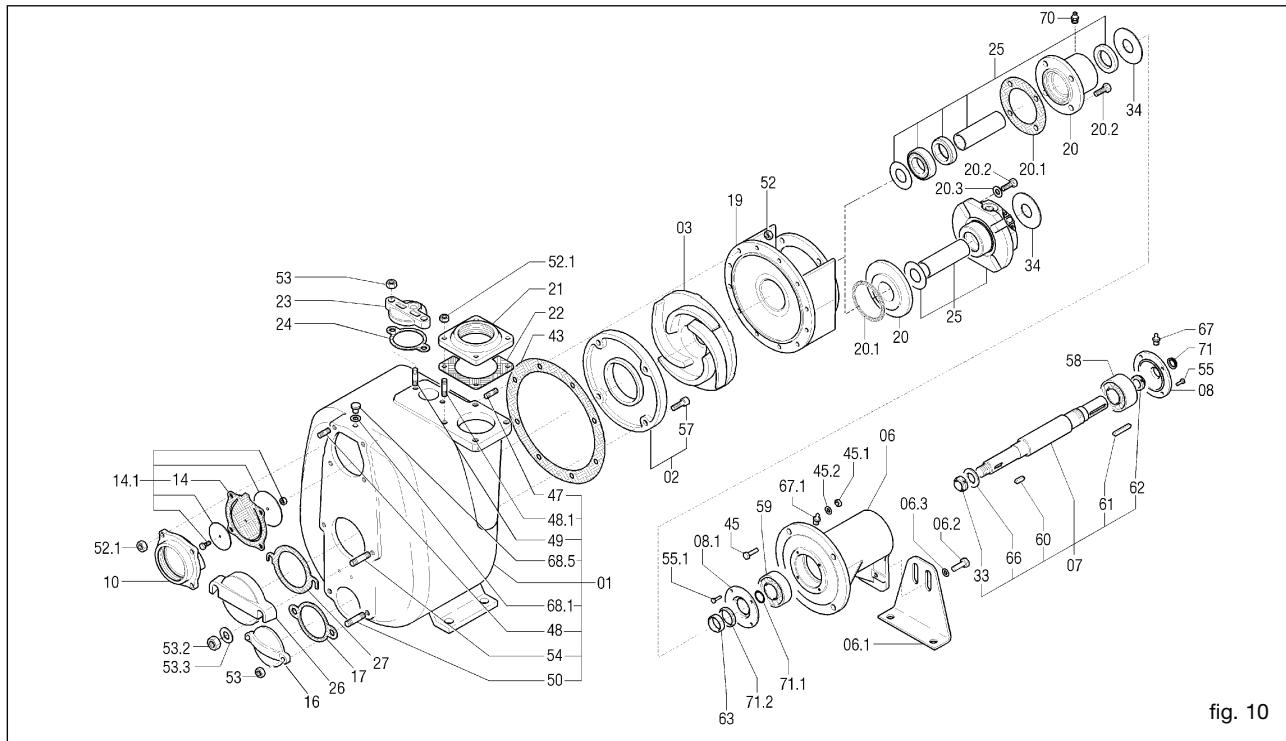
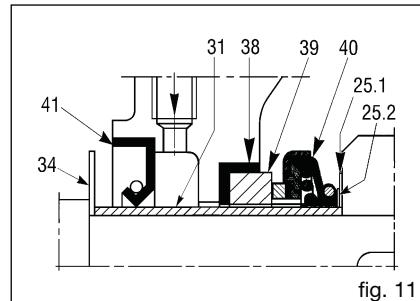
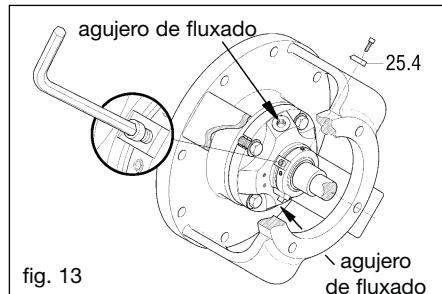

fig. 10
fig. 11
fig. 13
La tubería de aspiración debe tener un diámetro igual al de la boca de aspiración de la bomba (para diámetros superiores consultar a Varisco). Evitar, si posible, curvas, codos o estrangulamientos que puedan limitar el aflujo de líquido a la bomba. No montar la válvula de fondo: la bomba cuenta con una válvula antirretorno (14) (fig. 10) incorporada. Instalar la bomba lo más cerca posible al líquido que se bombea, tratando, donde sea posible, de disminuir el largo de la tubería de aspiración. Las conexiones de las tuberías de aspiración deben ser completamente estancas: controlar las roscas, las garniciones de las bridas, los acoplamientos rápidos, etc.
Como ejemplo se incluye un dibujo de despiece (fig. 10).
### 13.2 Sustitución de la rueda de álabes (fig. 10)
### 13.3 Sustitución del plato de desgaste (fig. 10)
### 13.4 Sustitución de la válvula (fig. 10)
### 13.5 Sustitución de la junta estanca tipo 1 - 2 - 3 (referencia fig. 10,11,12)
### 13.6 Sustitución de la junta estanca tipo 4 - 5 (referencia fig. 10, 13, 14, 15, 16)
- Destornillar las tuercas (52) (fig. 10) y sacar el cuerpo de la bomba, tratando de no dañar la junta (43).
- Parar la rueda de álabes (03) y desenroscar la tuerca autobloqueante (33).
- Fijar los posicionadores (25.4) de bloqueo de la junta estanca en los alojamientos adecuados. (fig. 13).
- Sacar los posicionadores (25.4) (fig. 13) de bloqueo de la junta estanca y fijarlos a los agujeros de la arandela para su reutilización en fase de desmontaje.
- En todos los modelos la distancia entre el extremo de los álabes de la rueda de álabes y el plano del plato de desgaste debe estar entre 0,3 - 0,6 mm (fig. 19). En el modelo 12" la distancia requerida entre rueda de álabes y los platos de desgaste anteriores y posteriores deben estar entre 0,6 - 1 mm (fig. 22). Para conseguir esto, las cotas A y B de la fig. 17, 18, 20, 21 tiene que ser lo más posible pares. Con tal objetivo se usan los anillos de compensación (25.2) (fig. 11) suministrados con la junta estanca de repuesto. Tales anillos sirven para desplazar hacia adelante la rueda de álabes en el caso que se encuentre demasiado lejos del plato de desgaste frontal o demasiado cerca del posterior (cuando previsto). Los anillos de compensación deben ser montados entre el anillo de sostén de la junta estanca (25.1) (fig. 11) y la rueda de álabes. Ulteriores reparaciones pueden ser hechas con las guarniciones del cuerpo y del plato posterior. La interposición de la guarnición (43) (fig. 10) de espesor 0,5 mm determina la distancia requerida (fig. 19).
### 13.8 Manutención de los cojinetes (fig. 10)